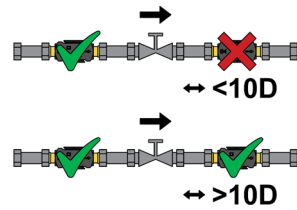

Fig.2
2. No colocar el caudalímetro inmediatamente después de una válvula de mariposa y de control. Sin embargo, se permite la instalación previa (Fig.2);